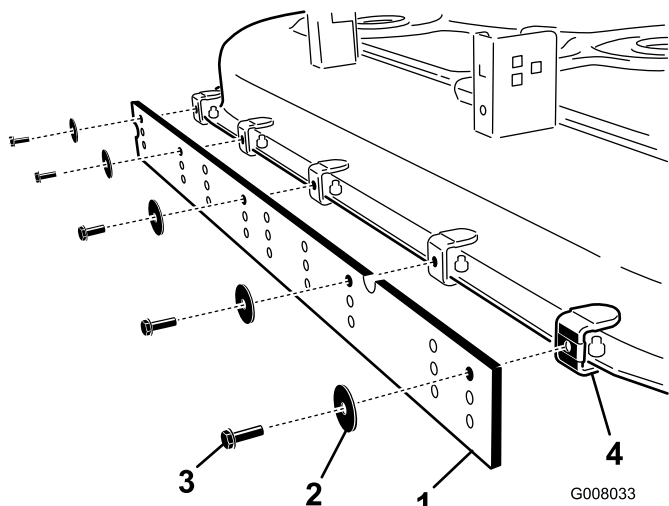

Figura 7
4. Montate il parasabbia sulle staffe (Figura 7).